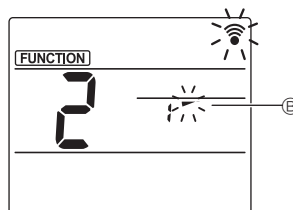

Fig. 3
③ Ustawianie kąta żaluzji (Fig. 3)